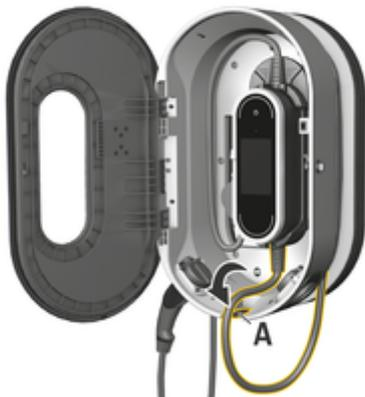

Fig. 19: Ligar a unidade de comando
3. Passe o cabo do veículo através da abertura A (Fig. 19) e enrole qualquer excesso de cabo em torno da estação de carga.